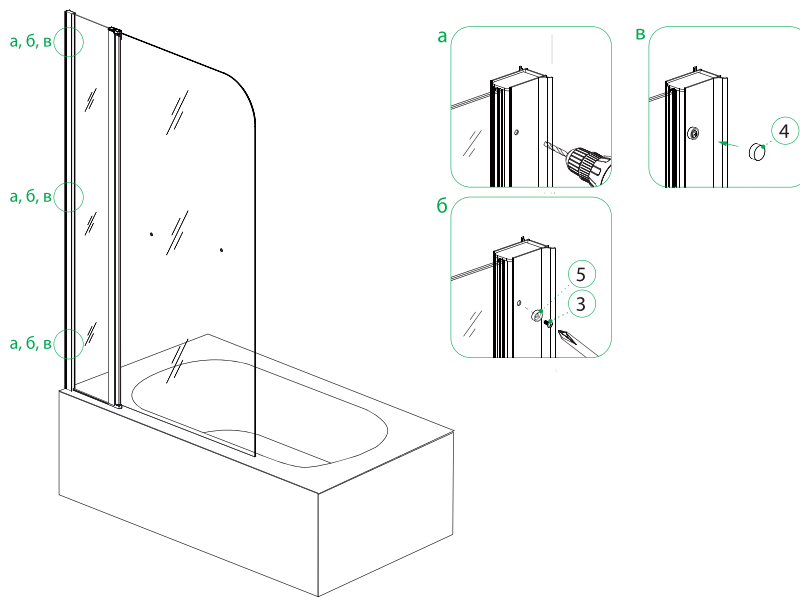

Рис. 10/10-сур.
6. Зафиксируйте дверь в пристенный профиль с помощью шурупов (3), установите заглушки шурупов (4, 5) (рис. 10).